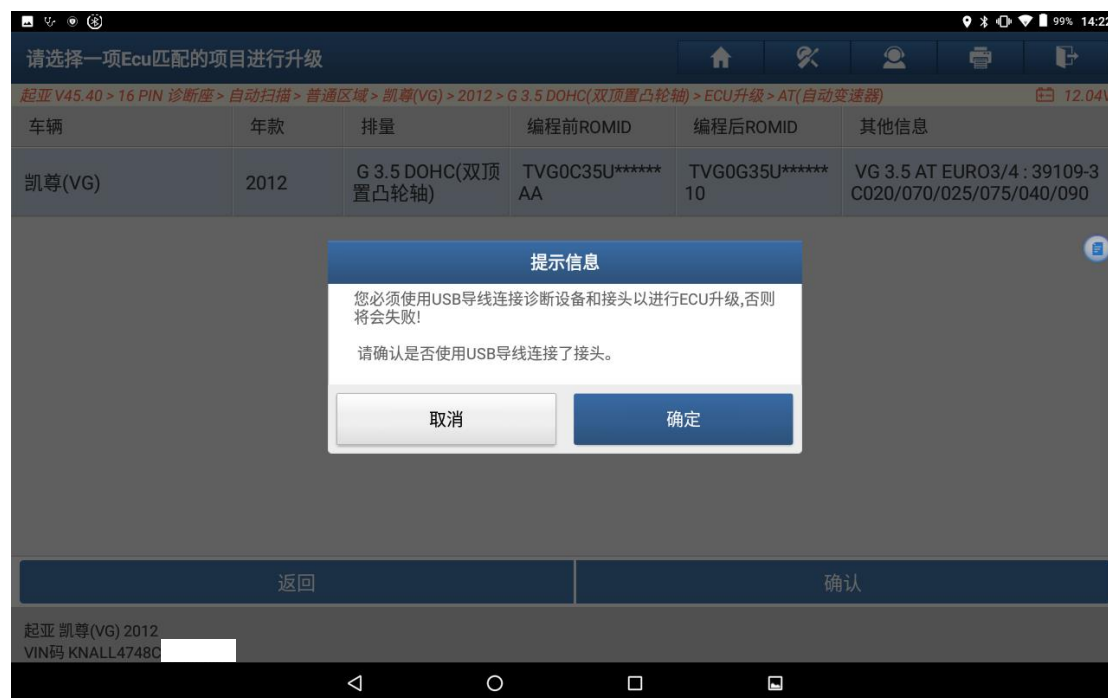

图 8
8. 选择一项项目，点击“确认”按钮，提示注意事项，如图 8；